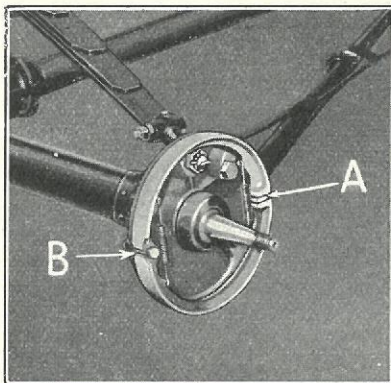

Fig. 69
- (a) Anbring Bremsebaandet saaledes paa Akselhusflangen, at Ekspansionsbolten passer i Aabningen (Fig. 69-A).